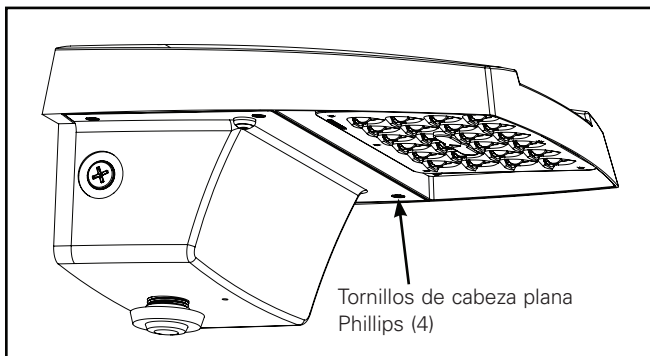

Figura 9.
- Para acceder al interior del luminario, afloje los cuatro (4) tornillos de cabeza plana Phillips y separe el alojamiento del luminario de la puerta abatible. Tenga en cuenta que los tornillos están clavados a la puerta. No es necesario quitarlos por completo de la puerta (Figura 9).